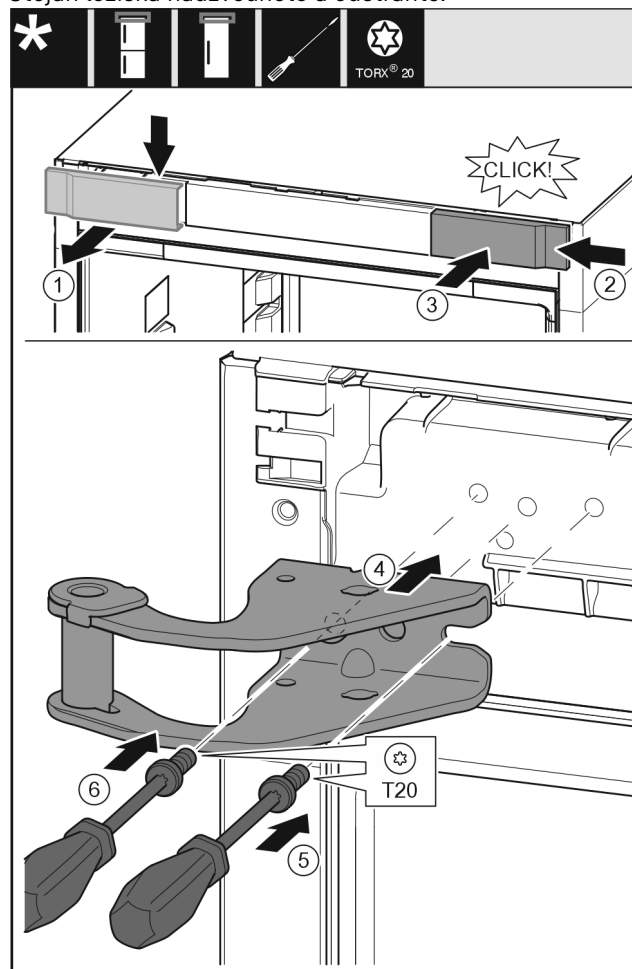

Fig. 12
- ▶ Odeberte kryt shora dopředu. Fig. 12 (1)
- ▶ Kryt otočený o 180° zavěste na druhé straně zprava. *Fig. 12 (2)*
- ▶ Záklopněte kryt. *Fig. 12 (3)*
- ▶ Nasadte horní stojan ložiska. *Fig. 12 (4)*
- ▶ Šroubovákem T20 nasadte šroub a utáhněte. *Fig. 12 (5)*
- ▶ Šroubovákem T20 vložte šroub a utáhněte. *Fig. 12 (6)*